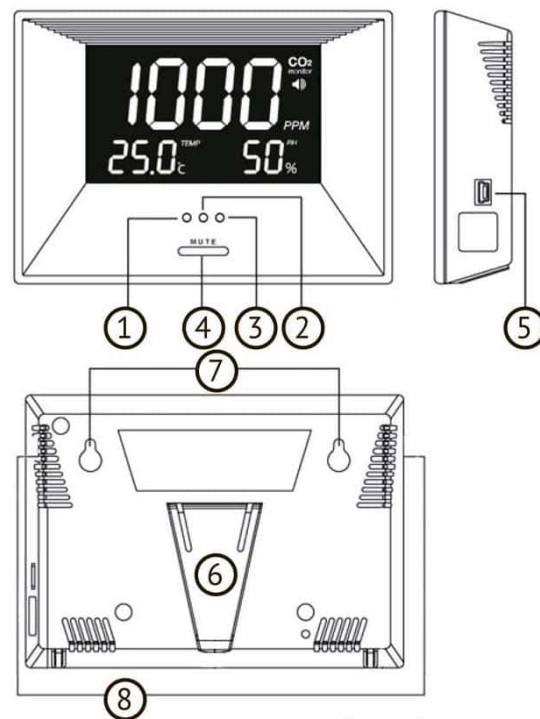

Рис. 1
Подключите к разъему питания основного блока («5» на рис. 1) кабель с разъемом mini-USB. Другой конец кабеля с разъемом USB подключите к сетевому адаптеру 220 В (входит в комплект) с аналогичным USB-входом, затем подключите адаптер в сеть. Либо, если вы не хотите использовать адаптер, подключите кабель USB напрямую к порту питания USB.
**Примечание:** для экспресс-проверки прибора глубоко вдохните и выдохните на заднюю панель прибора в направлении вентиляционных отверстий («8» на рис. 1) несколько раз. В течение минуты прибор распознает резкое повышение уровня CO2, на экране появится Hi, светодиод переключится на красный и включится звуковое оповещение. Затем оставьте прибор на несколько минут, и показания вновь придут в норму.